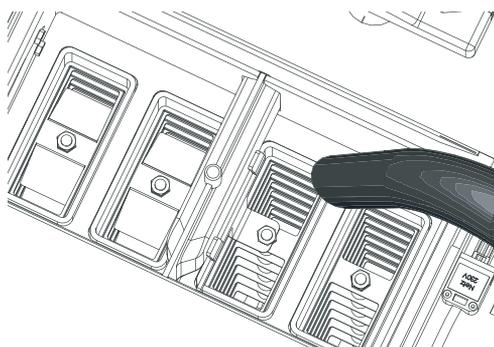

Fig. 55 Aspirare la cenere
- ▶ Aspirare la cenere dalle superfici riscaldanti – Fig. 55.